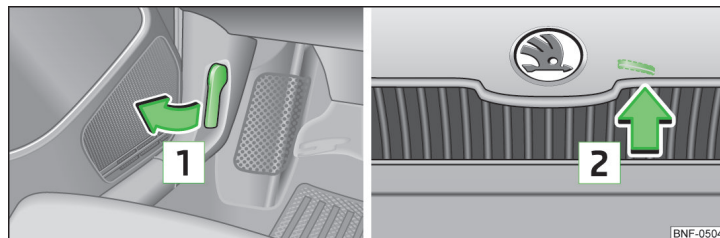

Fig. 96 Udløserarm til motorhjelm / Udløserarm
- Træk i udløserarmen under instrumentpanelet i pilens retning [1] » Fig. 96.
- Tryk udløserarmen i pilens retning [2] » Fig. 96; motorhjelmen udløses.
Løft aldrig motorhjelm ved at tage fat i udløserarmen » Fig. 96.